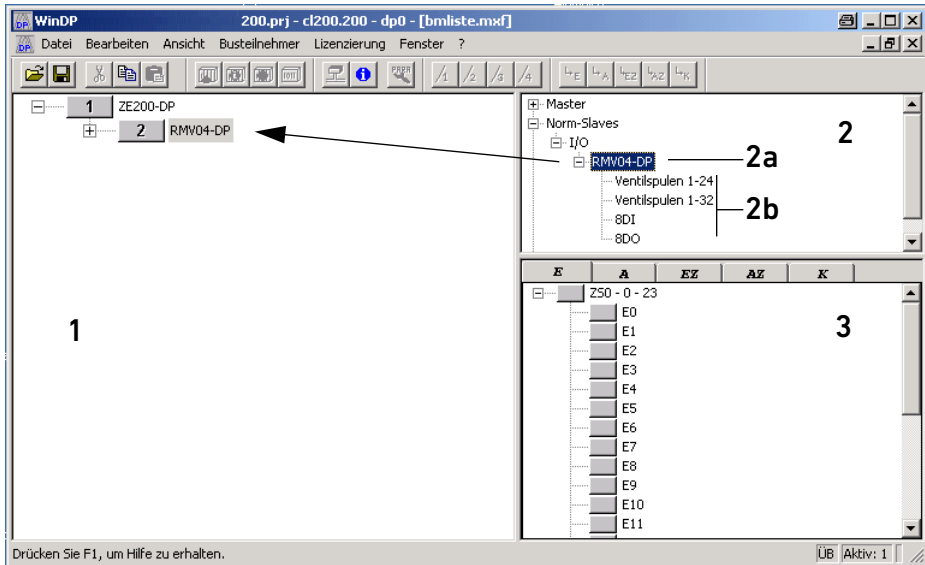

Fig. 13 : Fenêtre de dialogue de l'éditeur WinDP, dénomination des fenêtres
1. Appeler la fenêtre de dialogue de l'éditeur WinDP (voir Fig. 13).